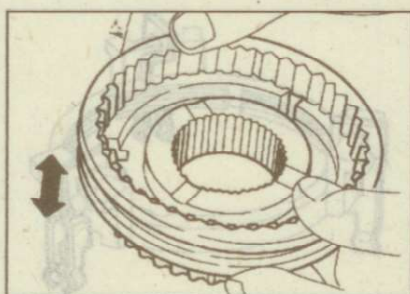

Рис. 9.207. Проверка синхронизаторов
- Проверьте сухари фиксаторов на отсутствие износа или деформации (рис. 9.207).